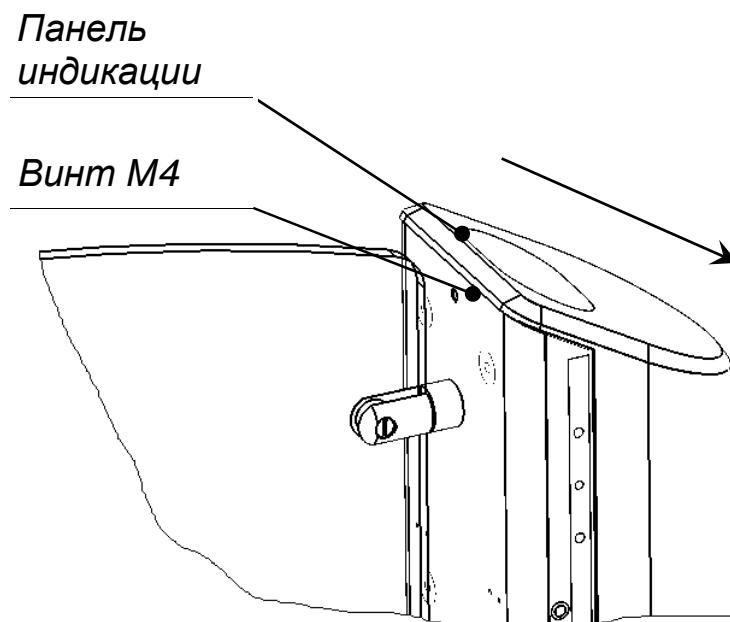

Рис. 17.
6.5.1. Снимите декоративную заглушку и открутите винт M4 на задней стенке картоприемника (рис. 17).
6.5.2. Сдвиньте панель индикации картоприемника до упора в направлении, указанном на рис. 17. Аккуратно поднимите панель.